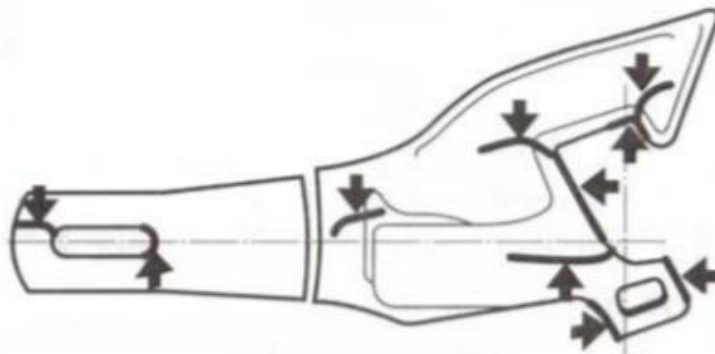

Рис. 1. Износы и повреждения в корпусе автосцепки
- Трещины в корпусе автосцепки в указанных на (рис.1) местах не допускаются.